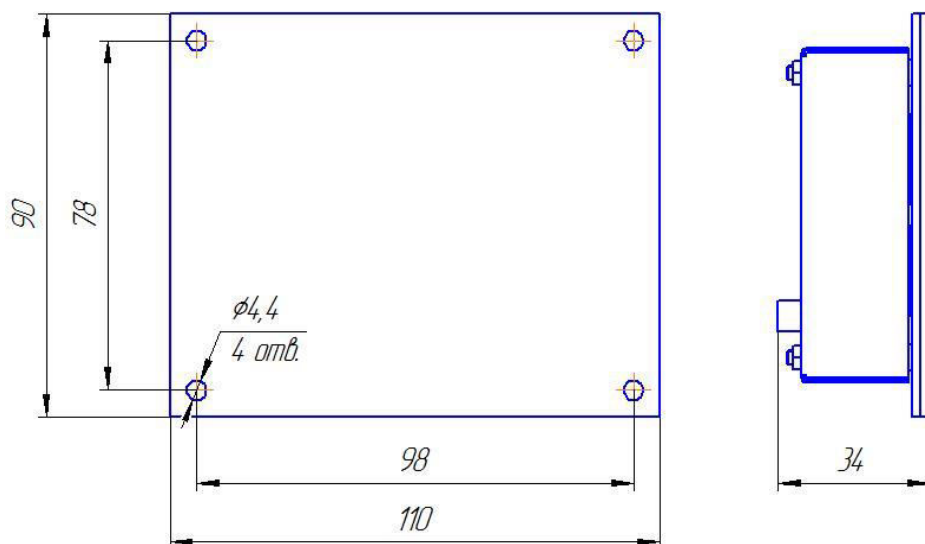

Рис.3 Габаритный чертеж индикатора ТПИ-1
5.1.1 Монтаж индикатора ТПИ-1 (рис.3) из комплекта СДКД-2 осуществляется в соответствии с Руководством по эксплуатации, стр.18.